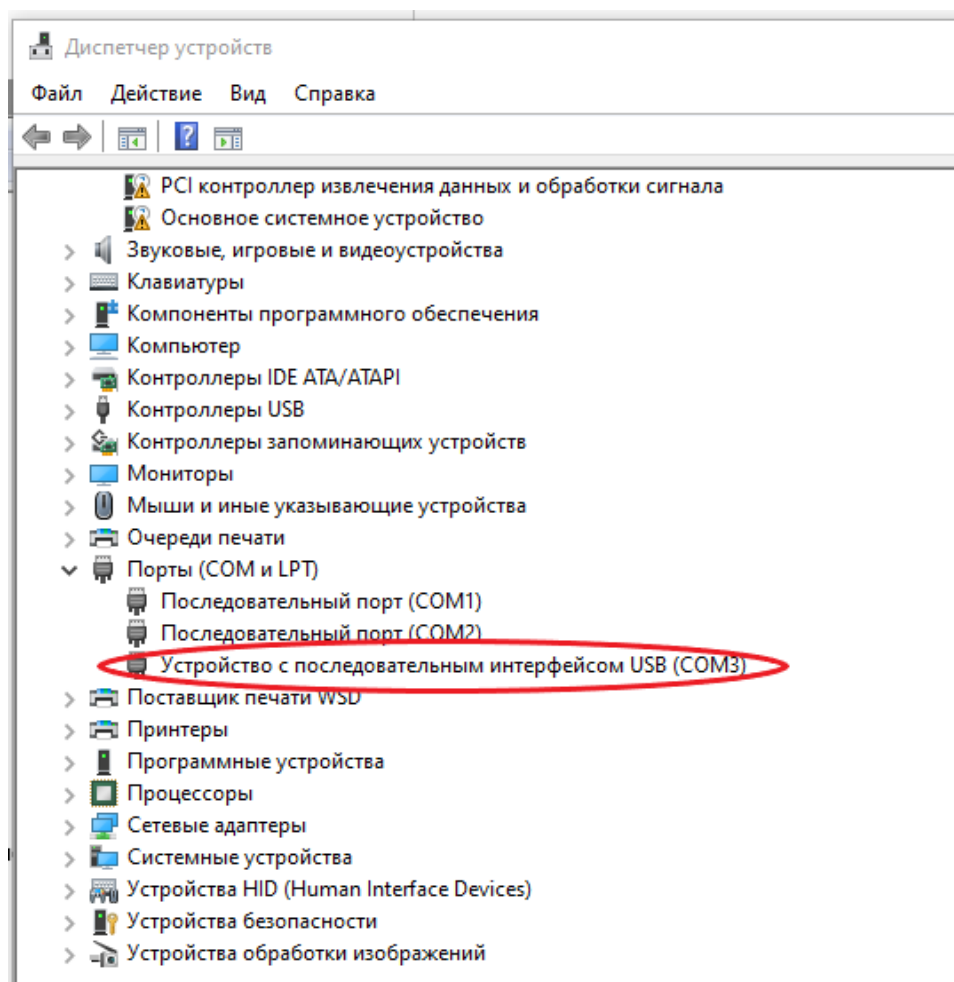

Рисунок 2 – Диспетчер устройств. Порт устройства после установки драйверов.
- В дереве Диспетчера устройств в папке **Порты (COM и LTP)** появится новый порт (рисунок 2) с названием **MCB1700 USB VCom Port (COM3)**, который является портом, автоматически назначенным для подключаемого устройства.